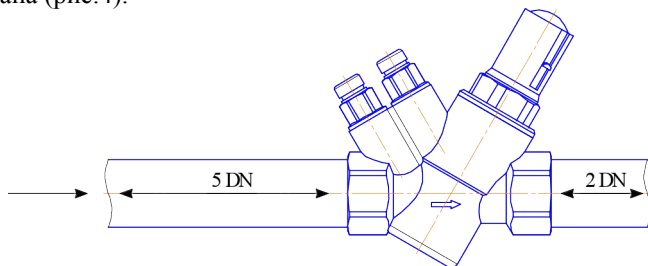

Рисунок 4 – Монтаж клапана на трубопроводе
6.4 Для корректной работы клапана необходимо наличие прямолинейных участков трубопровода, без отводов, переходов и арматуры, длиной минимум 5 DN перед клапаном (5 номинальных диаметров трубопровода), и 2 DN после клапана (рис.4).